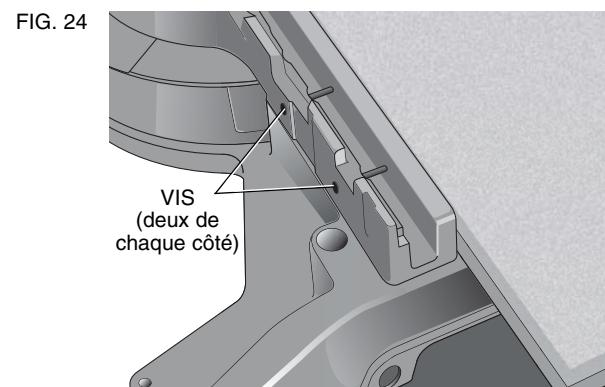

FIG. 25
2. Retirer les vis du guide arrière de la section arrière droite et les réinsérer dans les trous du côté droit du guide (fig. 25).
5. Placer la pièce à couper sur la plate-forme fixée sur la table. S'assurer que la pièce repose fermement contre les vis du guide arrière (fig. 25).